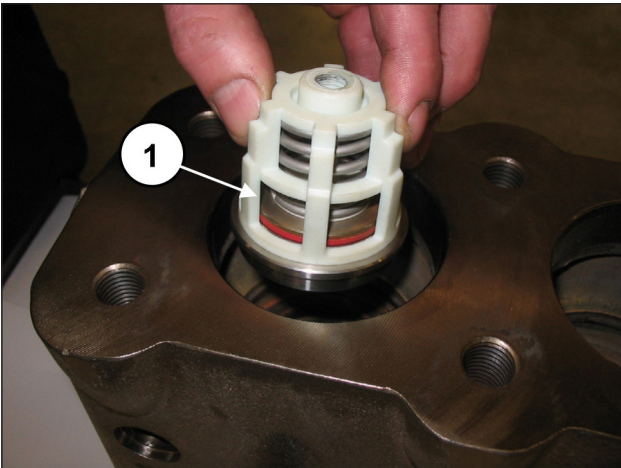
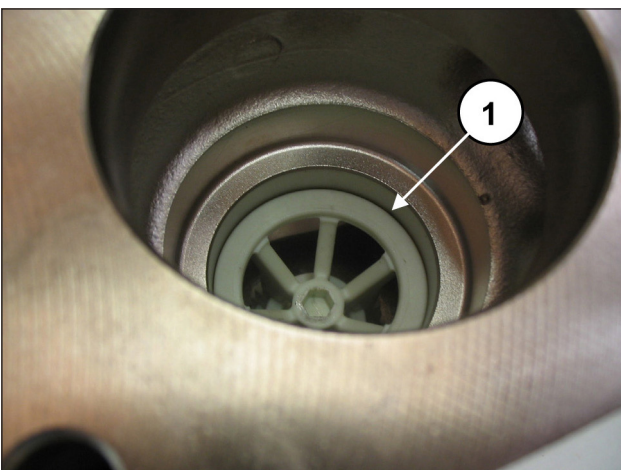

Abb. 94
Abb. 95
Setzen Sie die Saugventilgruppe ein (Pos. ①, Abb. 94) und anschließend das Distanzstück (Pos. ①, Abb. 95).
Die komplette Ventilgruppe muss bündig eingesetzt sein und so erscheinen wie in Pos. ①, Abb. 95.